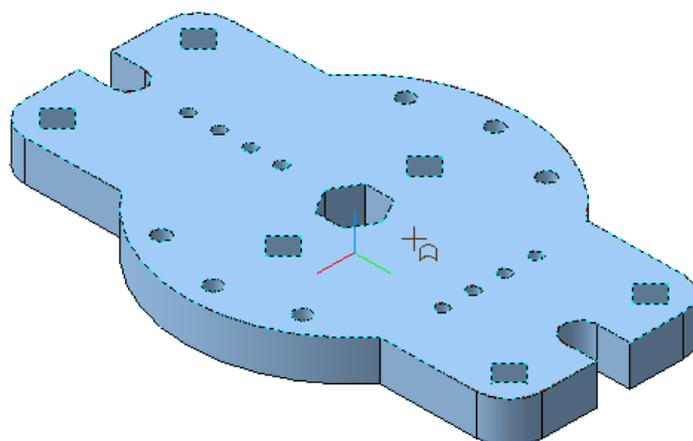

Рис. 42
- Выполните в пластине дополнительное отверстие диаметром 20 мм с центром, имеющим координаты $X=30$ мм, $Y=0$. Для этого вернитесь в чертеж пространственной модели «Пластина», выберите ориентацию YZX , подведите курсор к верхней плоскости пластины. Курсор примет вид , рис. 42. Это грань детали (плоскость, поверхность). Щелкните левой кнопкой мыши. Новый эскиз будет располагаться на выбранной плоскости.